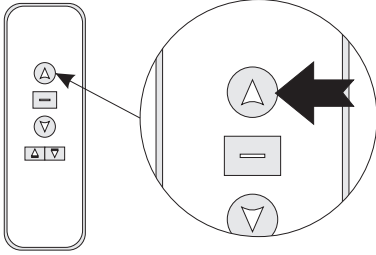

图 20
1. 将银幕处于负载状态，接通电源5秒内，用手指同时按住遥控发射器的幕布上行键和停止键 5 秒后再松开（如图20）。